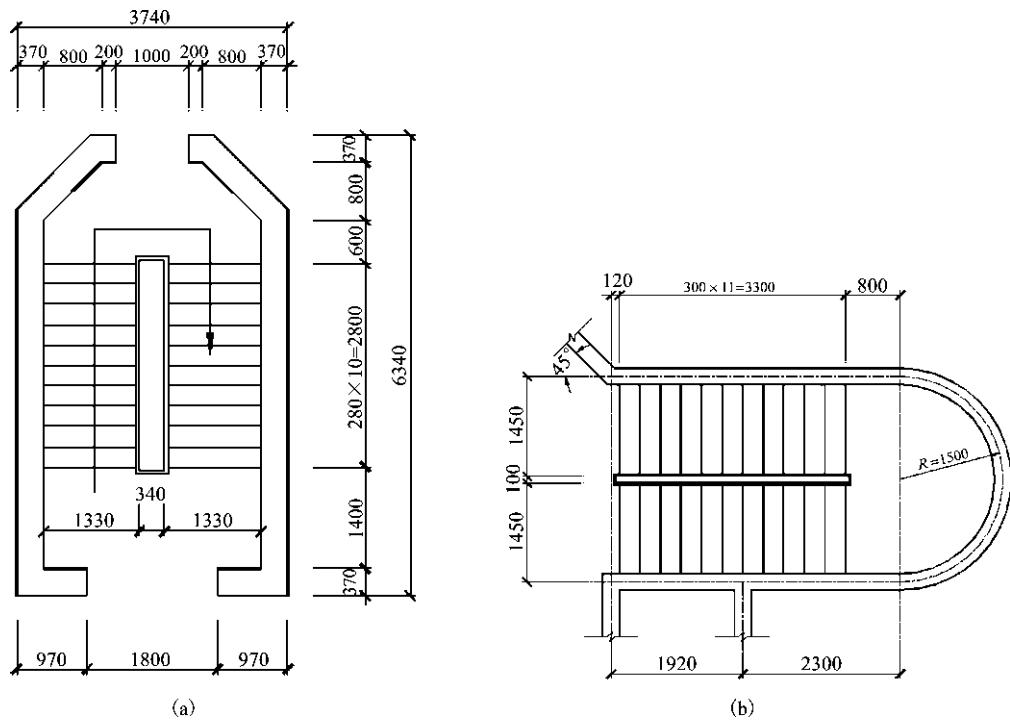

图 1-144 习题 13
13. 按图 1-144 规定尺寸精确绘图，要求图形层次清晰，图层设置合理。墙线应有一定的宽度，宽度自行设置。